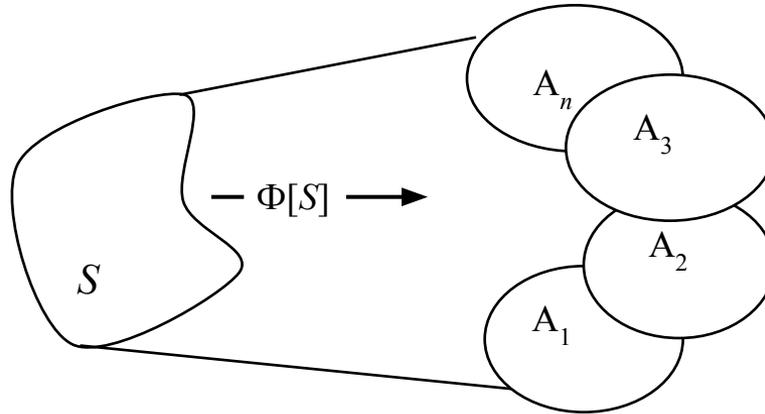

Рис.11. – Теоретико-множественное представление системы
3. Теоретико-множественные представления. Теоретико-множественные представления базируются на понятиях множество, элементы множества, отношения на множествах, предложенных Г. Кантором. Сложную систему можно отобразить в виде совокупности разнородных множеств и отношений между ними (рис. 11).